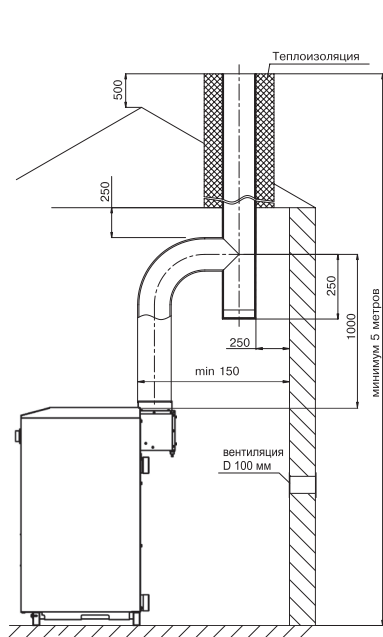

Рис. 4.
- 6.9. Устройство дымоход , к которому подключ ется пп р т отопительный, должно соответствов ть СП42-101-2003 «Общие положения по проектиров нию и строительству г зор спределительных систем» (см. рис. 4).